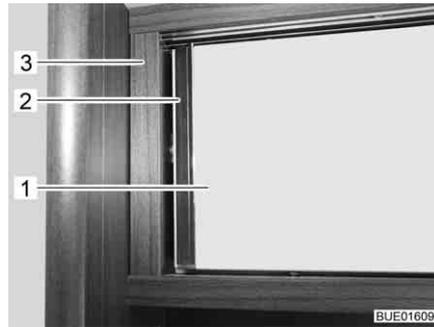

Fig. 72 Alçapão de móvel com destrava por pressão
- Fazer pressão sobre o alçapão de móvel (Fig. 72,1) pelo manípulo (Fig. 72,2) contra o corpo do armário (Fig. 72,3). O alçapão de móvel está destravado.